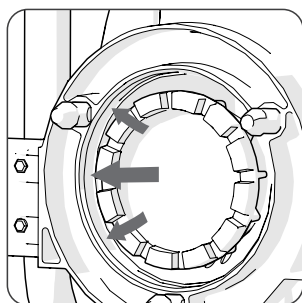

Fig. 6
- Mantenga el anillo anular escrupulosamente limpio y libre de partículas extrañas (motor y accesorios). (Fig. 6)